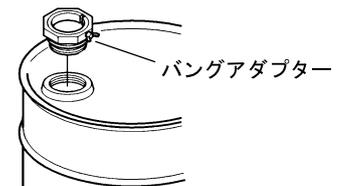

Fig.2
- 3) ドラム缶の注入口(2B)のプラグを外し、バングアダプターをねじ込んでください。(Fig.2)